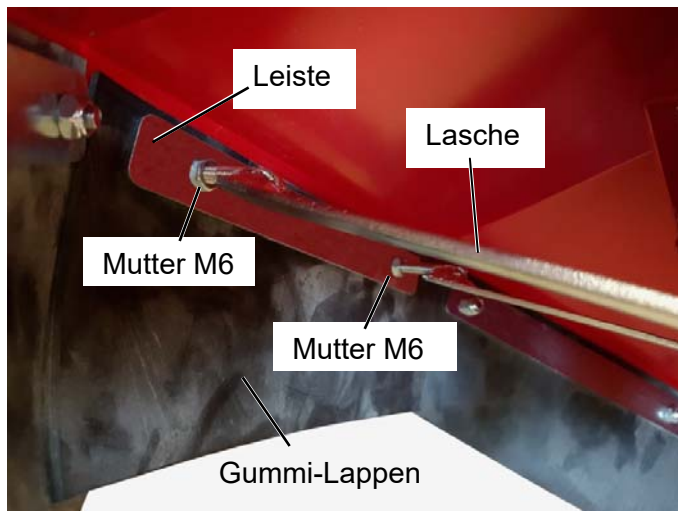
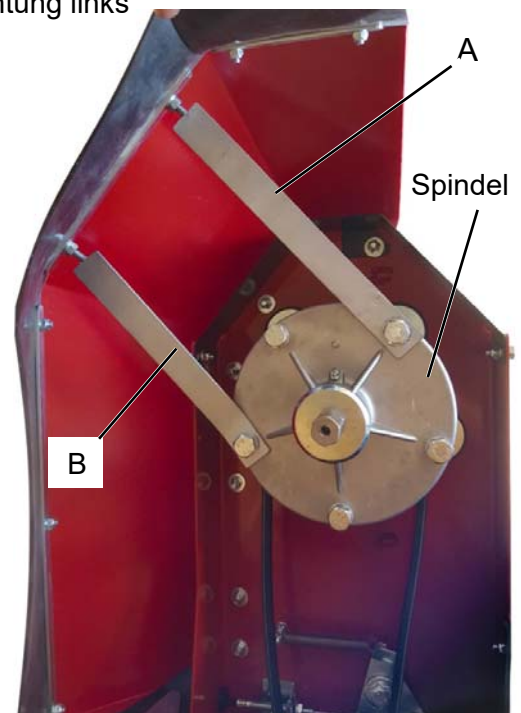

Abbildung 7
Abbildung 8 (Ansicht von unten)
7. Befestigen Sie beide Laschen vom Stützrad. Zuerst schrauben Sie jeweils eine M6 Mutter 30 mm auf das Gewinde der Laschen. Anschließend stecken Sie die Gewindestangen mit der Leiste und den Gummi-Lappen durch die Bohrungen (Abbildung 7). Die längere Lasche, ca. 220mm lang (Abbildung 8, Pos. A), wird in Fahrtrichtung links montiert und die kürzere Lasche, ca. 190mm lang (Abbildung 8, Pos. B), rechts. (Muttern und Laschen gehören zum Lieferumfang vom Stützrad)
9. Drehen Sie mit der Hand die Muttern M6 (siehe Abbildung 7) soweit an, bis diese an der Leiste anliegen und den Gummi-Lappen fixiert haben.